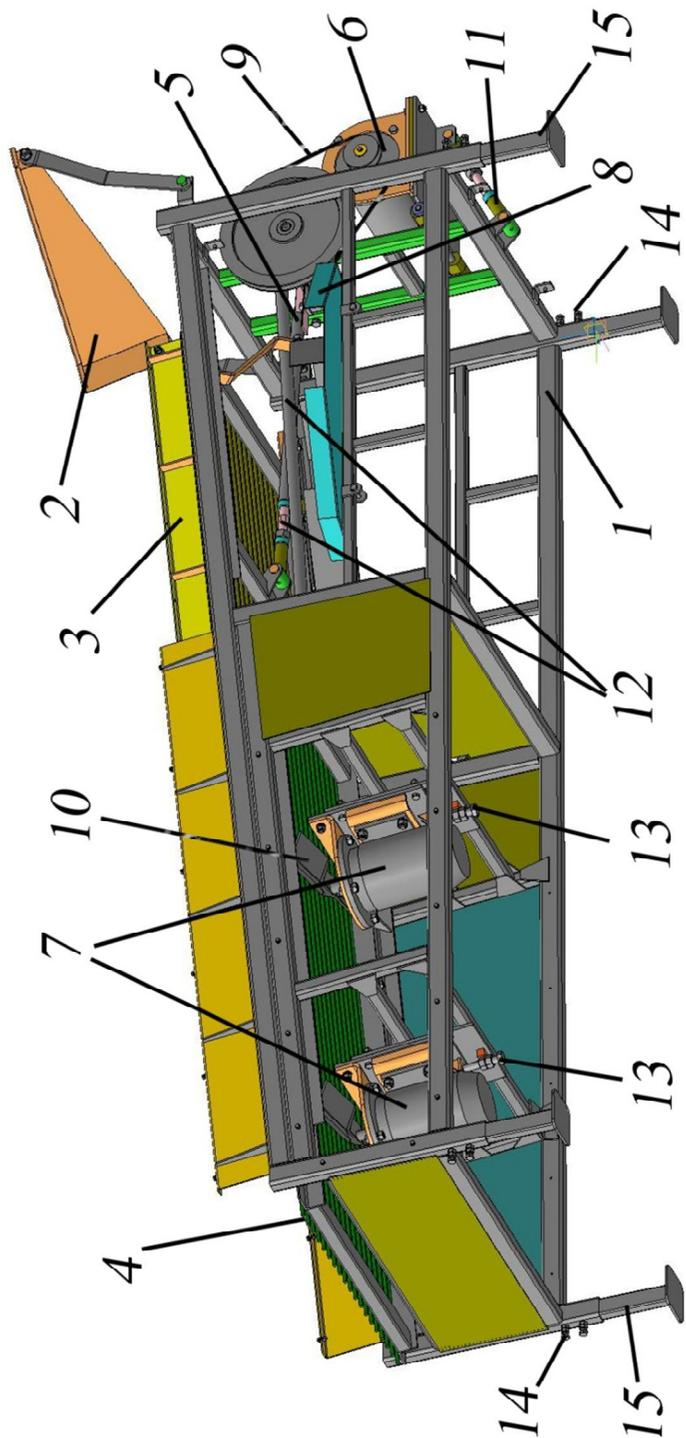

Рисунок 1 – Общий вид машины для обрезки лука МОЛ-2
3.1 Машина для обрезки лука состоит из следующих основных узлов (рисунок 1): рамы 1, приёмного лотка 2 и лотка для отходов 8, сита верхнего 3, сита нижнего 4, кривошипно-шатунного механизма 5 привода сит, электродвигателя 6 привода КШМ и двух электродвигателей 7 привода лопастных ножей-обрезчиков.